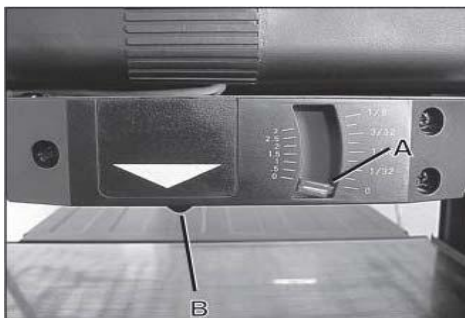

ABB. 11
1. Legen Sie Ihr Werkstück bei ausgeschalteter Maschine knapp unter die Skala (A). S. Abb. 11
2. Kurbeln Sie den Hebe-/Senkgriff, bis der Knopf (B) mit dem Werkstück in Berührung kommt. Beim Kurbeln bewegt sich die Nadel auf der Abnahmetiefe-Anzeige und gibt damit an, wie viel Material in diesem Durchgang abgenommen wird.